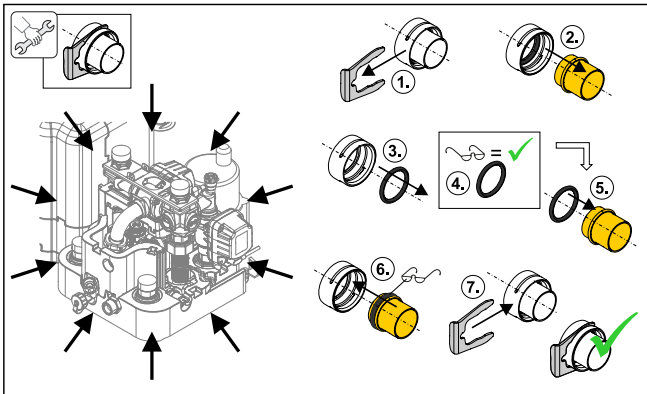

Fig. 44-18 Conexiones enchufables hidráulicas
- Antes de montar y después de desmontar una conexión enchufable, colocar siempre las juntas tóricas en la parte donde se vaya a enchufar (véase Fig. 44-18).